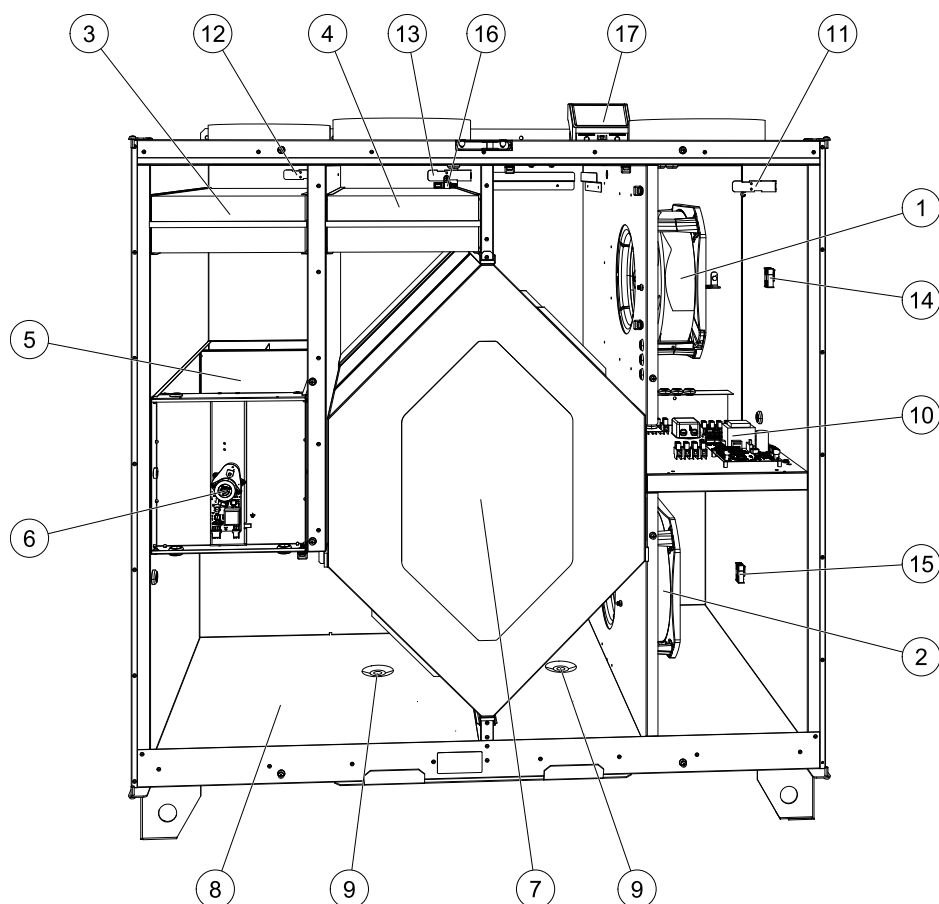

Рис. 10 Компоненты
Встроенный перепускной клапан (поз. 5 рисунок 10) участвует в режиме защиты от обмерзания, рекуперации холода и контроле температуры приточного воздуха установки. Двигатель управляется с помощью аналогового сигнала 0–10 В.
В зависимости от относительной влажности вытяжного воздуха на холодных поверхностях теплообменника может образовываться конденсат. Водяной конденсат собирается в поддон (поз. 9 рисунок 10) в основании установки и выводится через сливные отверстия (поз. 10 рисунок 10), расположенные с каждой стороны теплообменника. Сливные отверстия имеют размер $\frac{1}{2}$ " и наружную резьбу под подсоединение труб (глава 5.3.1).
- датчик температуры приточного воздуха (поз. 11 рисунок 10)
- датчик температуры наружного воздуха (поз. 12 рисунок 10)
- датчик температуры вытяжного воздуха (поз. 13 рисунок 10)